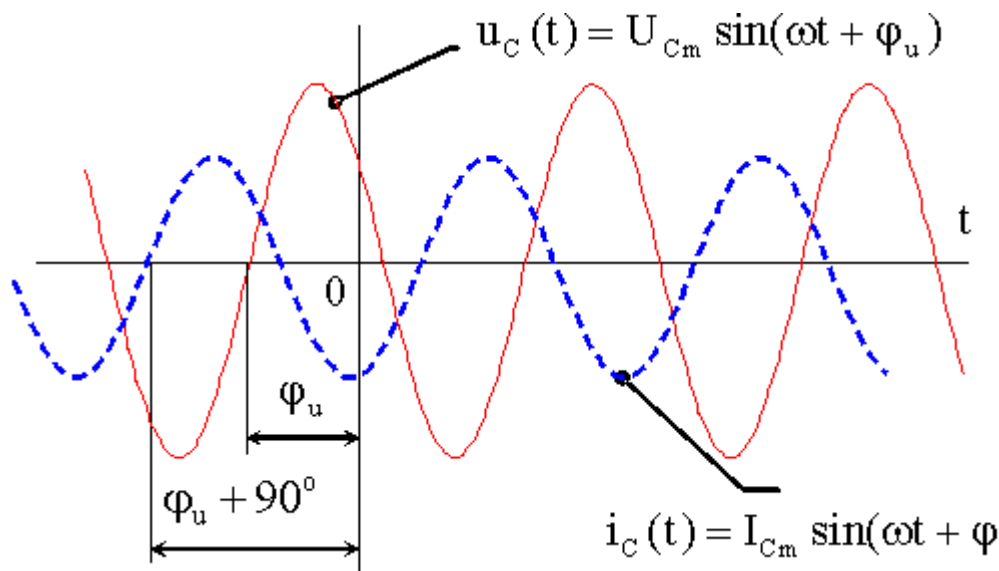

Рис. 6
Из соотношения (4) видно, что ток через конденсатор $i(t)$ опережает напряжение $u_C(t)$ на угол 90° (рис. 6).
Экспериментальные исследования производятся на модульном учебном комплексе МУК-ЭТ1(2) рис. 6.